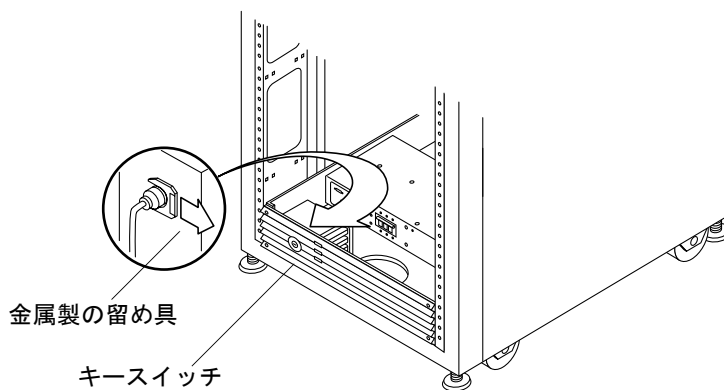

図 4-10 キースイッチの取り外しと取り付け
- システム内部のキースイッチ背面を正面にして、ラジオペンチを使い、システムにキースイッチを固定している金属製の留め具を外側にずらして外します (図 4-10)。
2. システム内部のキースイッチ背面を正面にして、キースイッチ本体のくぼみに金属製の留め具をずらして、所定の位置に固定します (図 4-10)。